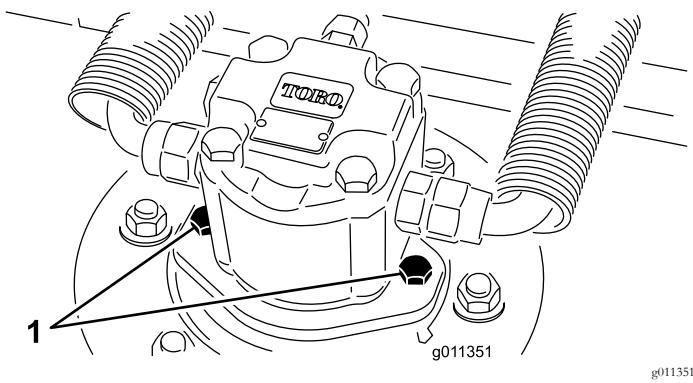

Figura 69
1. Desligue e retire o motor hidráulico da plataforma (Figura 69). Cubra a parte superior do eixo para não o sujar.
3. Instale o motor hidráulico na plataforma (Figura 69). Verifique se o anel de retenção está posicionado corretamente e não está danificado.